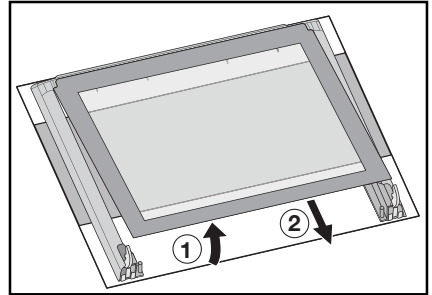

Fig. 32
10. Répétez les opérations décrites au point 9. pour la vitre du milieu caractérisée par un motif décoratif sur son périmètre (Fig. 32).